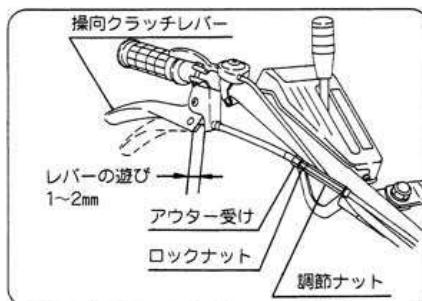
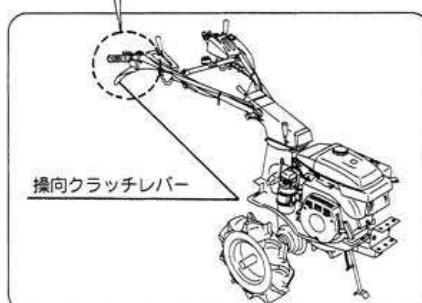

図42A
図42B
- ① 操向クラッチワイヤの調節ナットをゆるめてください。〔アウター受〕を回してアウターの長さを替えて調節をおこなってください。(図42A)
- ② 操向クラッチレバーの支点の所で、1~2mmの遊びがあるように調節してください。
- ③ 調節が終わったらロックナットを回して、〔アウター受〕が回らないように締めつけてください。
- ④ ハンドルを逆転したときは、操向クラッチが自動的に切替える機構になっていますが、念のために再度ワイヤの調整をこなってください。(図42B)